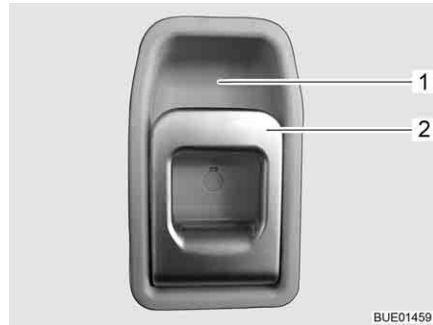

Fig. 44 Cerradura de la puerta de entrada, en el interior
- Abrir:** ■ Tirar del tirador (Fig. 44,2). Se desbloqueó la cerradura de la puerta.
- Bloquear:** ■ Presionar la parte superior del tirador (Fig. 44,2) hacia el alojamiento del tirador (Fig. 44,1).